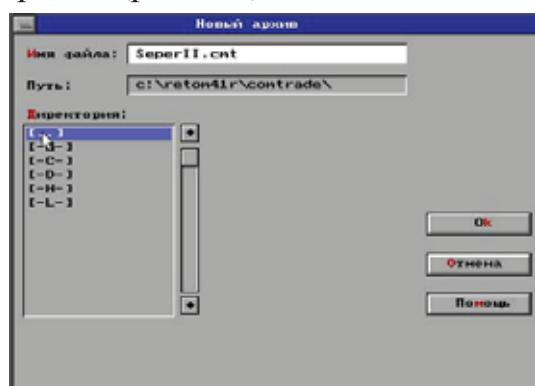

Рис. 4.4. Создание нового файла архива
- в предложенном окне выберите ранее созданную директорию и введите имя файла архива (рис. 4.4), нажмите **Ok**.